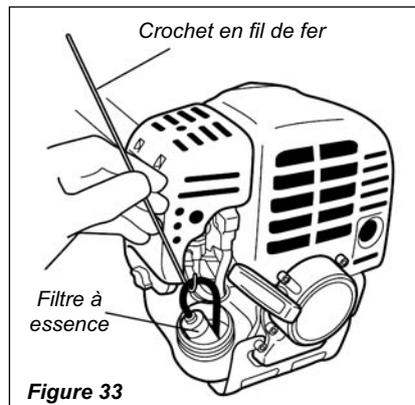

Figure 33
- Utiliser un fil croché pour extraire le filtre à carburant du réservoir à carburant. Voir la figure 33.